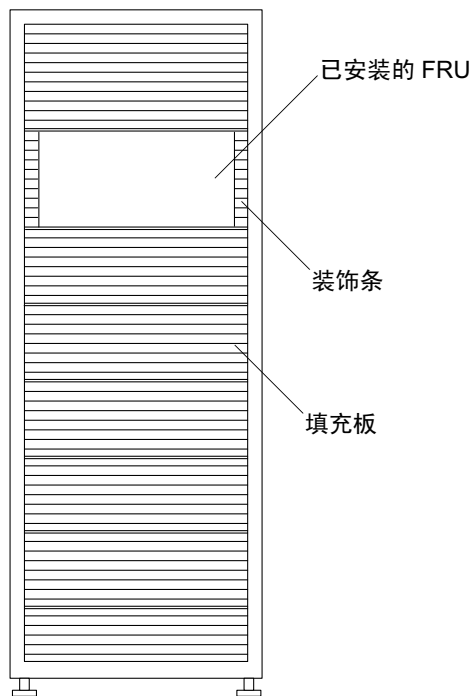

图 6-5 填充板和装饰条位置
5. 卸下盖住要安装 FRU 的空间的填充板（图 6-5）。
9. 安装装饰条 (图 6-5)。
2. 卸下 FRU 旁边的装饰条（图 6-5）。
5. 如果不重新安装 FRU，则在原来的位置安装填充板（图 6-5）。